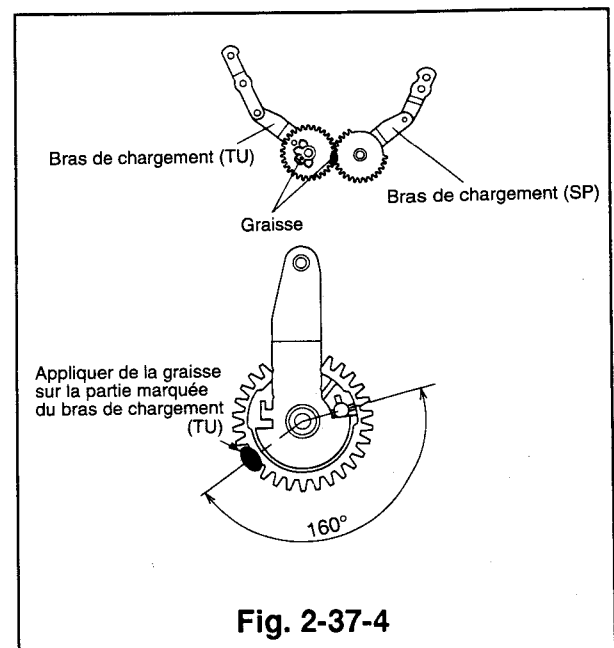

Fig. 2-37-4
- 3) Appliquer de la graisse (G)[859DO55050] sur la zone qui touche la roue dentée du bras de chargement (TU) lorsque les bras de chargement (TU et SP) sont déplacés complètement dans la position de chargement, et de la graisse (G)[859DO55050] sur la portion de l'engrenage qui actionne le plateau de la came B. (Voir la Fig. 2-37-4.)